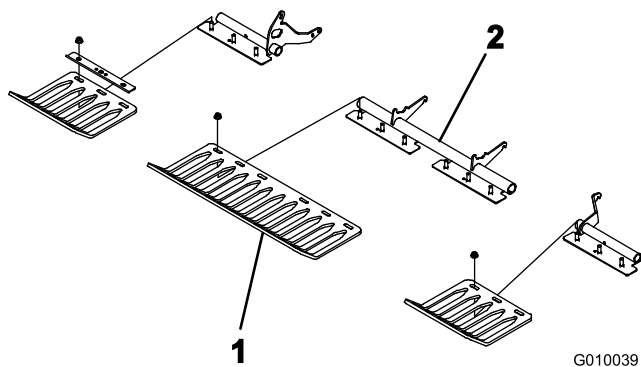

Figure 24
- Montez les protège-gazon sur leurs supports au moyen de 4 fixations et 12 écrous à embase (Figure 24). Ne serrez pas les fixations.
Remarque: Les fixations et les écrous à embase des protège-gazon sont fixés aux supports de protège-gazon pour l'expédition (Figure 24).